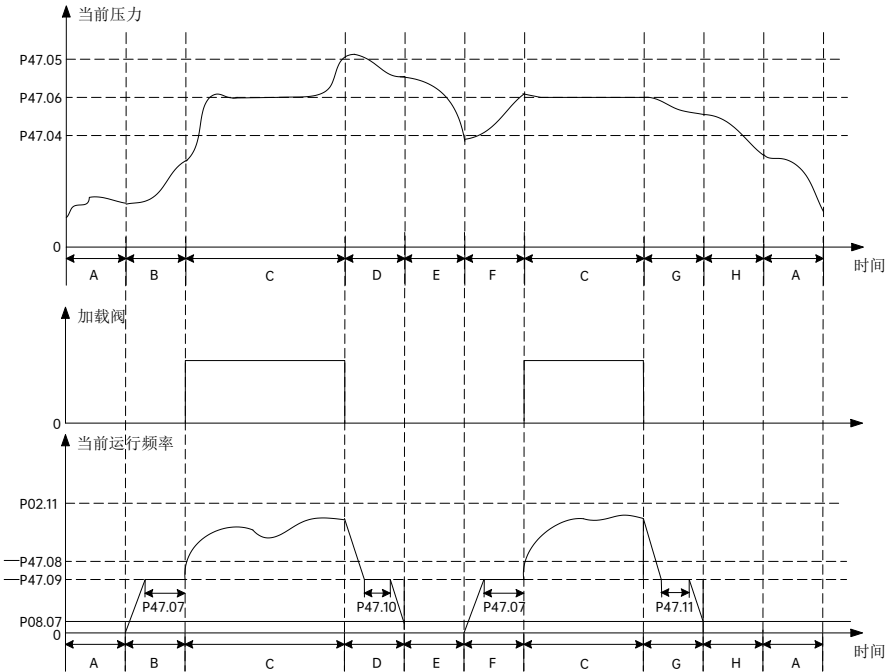

图 2-12 空压机运行压力及频率控制
(2) 空压机运行过程压力和运行频率控制如图 2-12 所示：